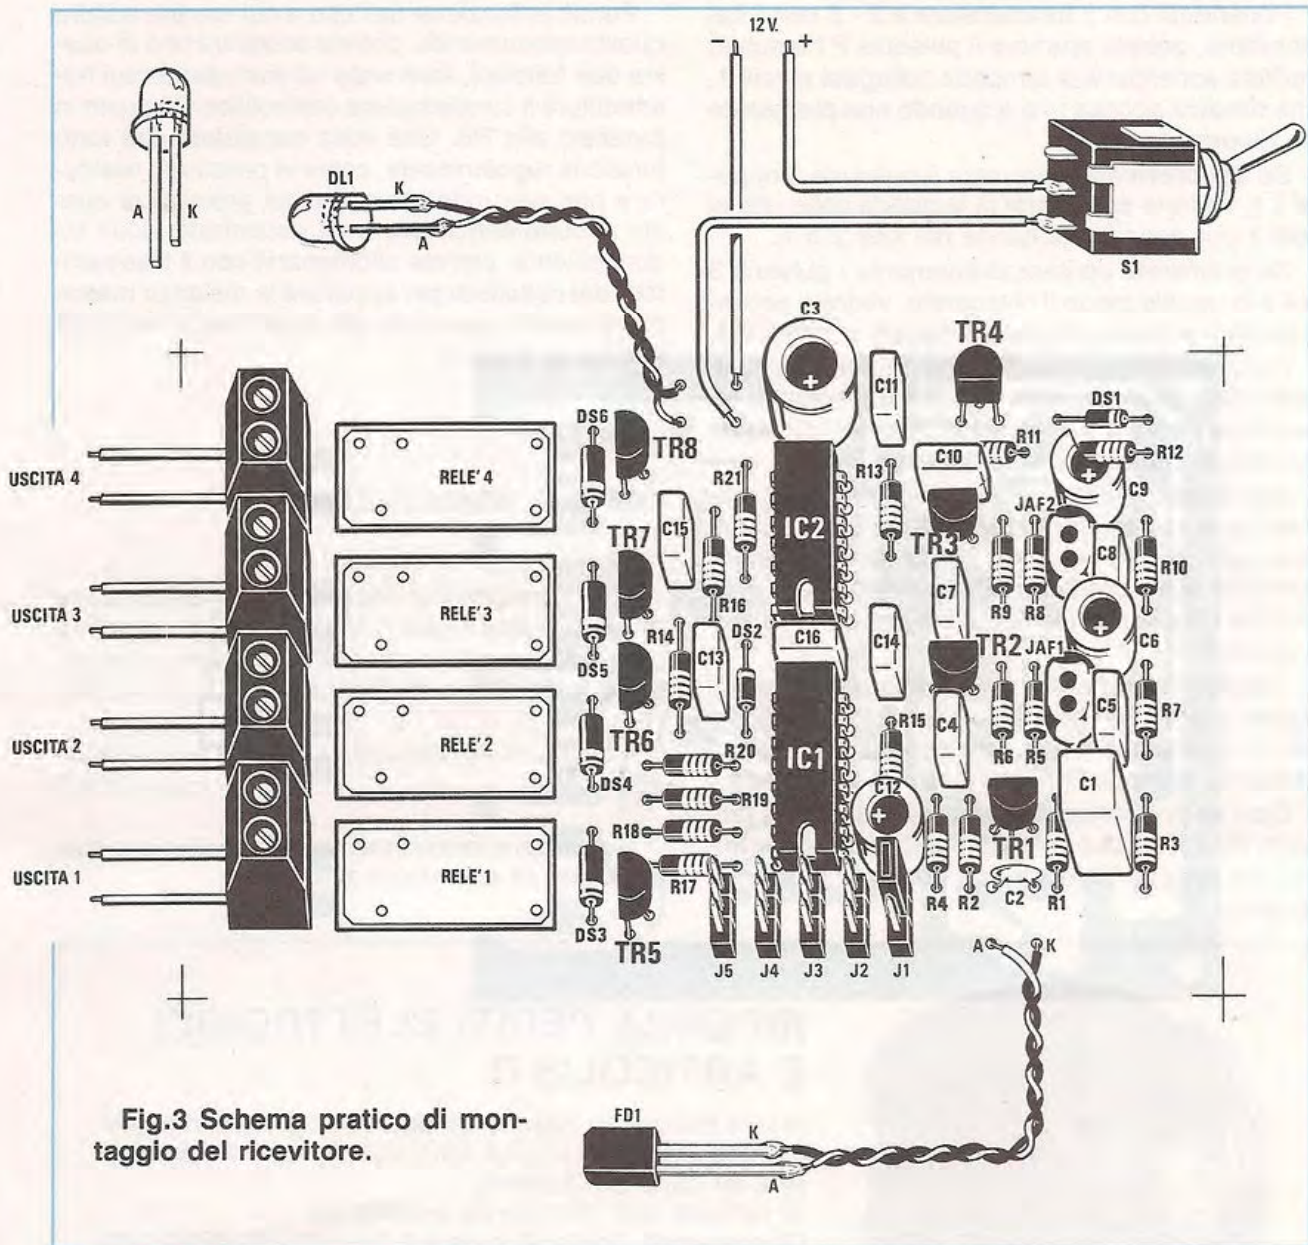

Fig.3 Schema pratico di montaggio del ricevitore.
Nella fig. 3 potete vedere come abbiamo disposto su tale circuito tutti i componenti richiesti, che dovrete montare seguendo un preciso ordine cronologico.
Vi consigliamo di inserire dapprima i due zoccoli per gli integrati, poi, dopo averne saldati tutti i piedini, tutte le resistenze nella posizione riportata in fig. 3.
Nello schema pratico di fig. 3, per i diodi DS1 e DS2 troverete, contrariamente a quanto poc'anzi accennato, una riga **bianca**, per il semplice motivo che questi diodi possono risultare con corpo plastico (in questo caso la riga risulterà bianca) oppure in vetro (in questo caso la riga risulterà nera). Per meglio evidenziarli sullo schema pratico abbiamo preferito evidenziarli con la riga bianca.
A questo punto potrete saldare i cinque connettori maschio da J1 a J5 necessari per impostare la chiave di decodifica, infine tutti i transistor, collocandoli in funzione della loro sigla nel posto esatto e rivolgendo la parte piatta del loro corpo come visibile nello schema pratico di fig. 3.
Ricordatevi comunque che il terminale **K** andrà sempre collegato in modo che si trovi, guardando lo schema pratico di fig. 3, sul lato destro (vedi filo nero), mentre il terminale **A** sul lato sinistro, cioè verso il connettore J1.
Tutti i componenti necessari alla realizzazione di tale progetto siglato LX.818, cioè circuito stampato, relè, transistor, integrati, fotodiodo, come visibile in fig. 3 e nella foto di testa ..... L. 49.500
**Fig. 3** In questo disegno riportiamo le connessioni dei terminali come normalmente risultano nei vari contenitori. In nero, con le lettere A-G-K abbiamo indicato i terminali degli SCR, mentre in colore blu, con le lettere A1-G-A2, quelli relative ai Triac.
Normalmente in tutti gli schemi elettrici viene sempre indicata la disposizione di questi tre terminali **G-A-K** perchè, in funzione del loro contenitore (vedi fig. 3), possono assumere posizioni diverse.